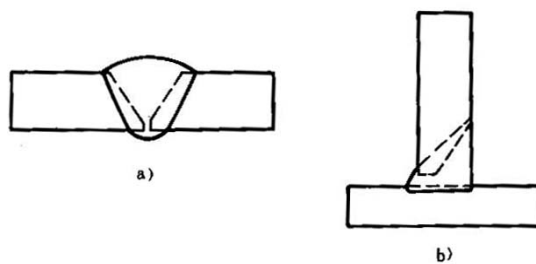

图 9
(1) 对接焊缝 构成对接接头的焊缝称为对接焊缝。对接焊缝可以由对接接头形成，也可以由 T 形接头（十字接头）形成，后者是指开坡口后进行全焊透焊接而焊脚为零的焊缝，见图 9。